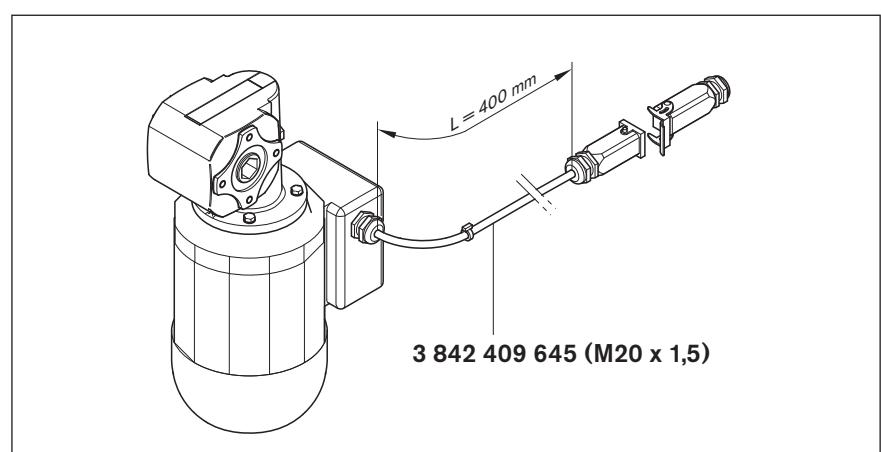

Fig. 10: Option Anschlussleitung
- Option Anschlussleitung: **3 842 409 645** (M20x1,5), siehe Fig. 10 auf Seite 21. Beachten Sie die Vorsicherung!